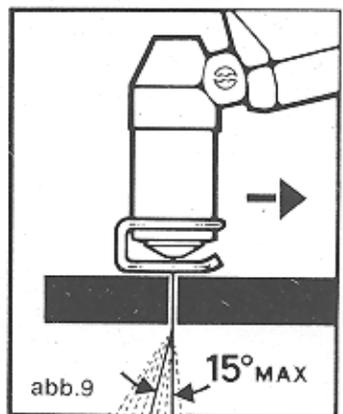

abb.9
- hohe Geschwindigkeit. Sich immer vergewissern, dass der Schneidbogen komplett in das zu schneidende Stueck eindringt und dass er nie bei der Vorwaertsbewegung eine Schraegstellung hat, die ueber 10-15 Grade liegt (siehe Abb. 9).